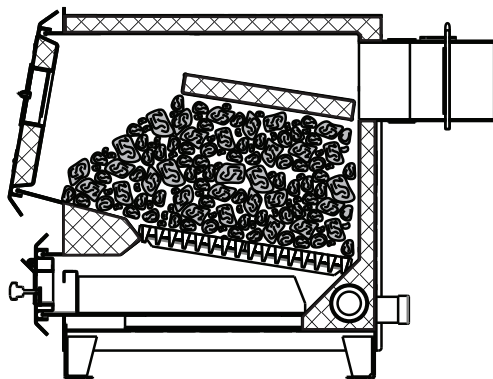

Рис.6 Схема загрузки котла
- Добавьте очередную порцию топлива, когда разгорится первый слой основного топлива, равномерно распределить его по всему объему в соответствии **Рис.6**;
- Добавьте очередную порцию топлива, когда разгорится первый слой основного топлива, равномерно распределить его по всему объему в соответствии **Рис.6**.